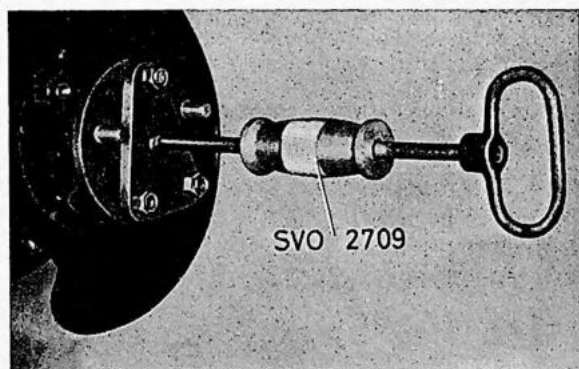

Fig. 4-80. Het verwijderen van de aandrijf as
4. Maak de bouten van de remankerplaat en de remschoenhouders los. Deze worden losgedraaid door de gaten in de flens van de aandrijf as. Draai de ankerplaat naar achteren, zodat de steun voor de handrem vrij komt van de flens van de achteraskoker. Trek de aandrijf as eruit met SVO 2709, zie Fig. 4-80.
2. Maak de bouten van de remankerplaten en remschoenhouders los. Dit gebeurt door de gaten in de flens van de aandrijfvas. Trek de aandrijfassen eruit met trekker SVO 2709, zie Fig. 4-80.